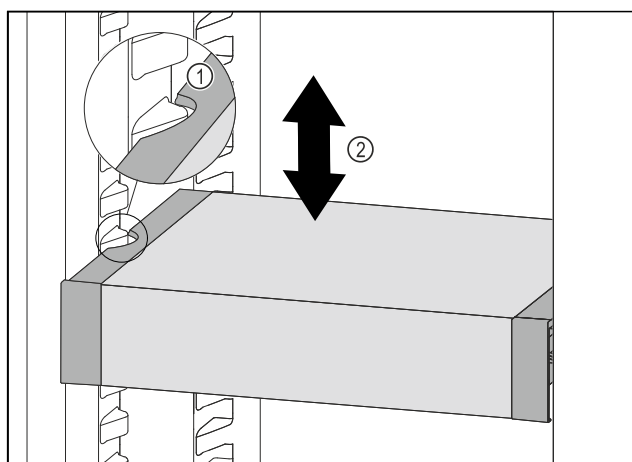

Fig. 73
- ▶ VarioSafe w chłodziarce przesunąć w górę lub w dół, aż zostanie osiągnięta żądana wysokość. Fig. 73 (2)